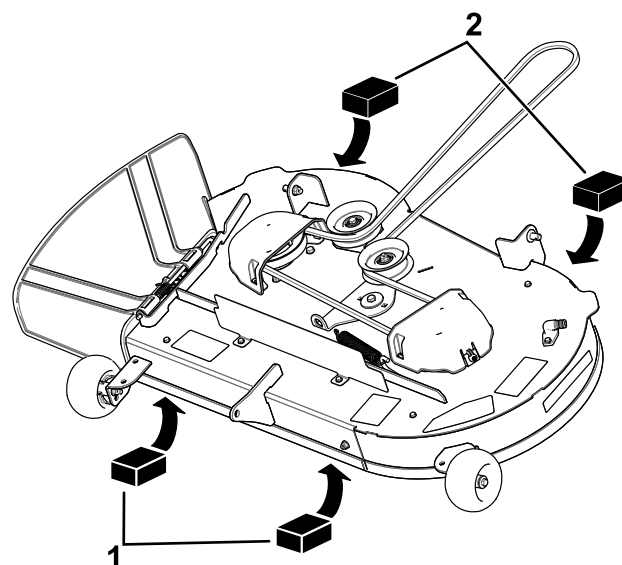
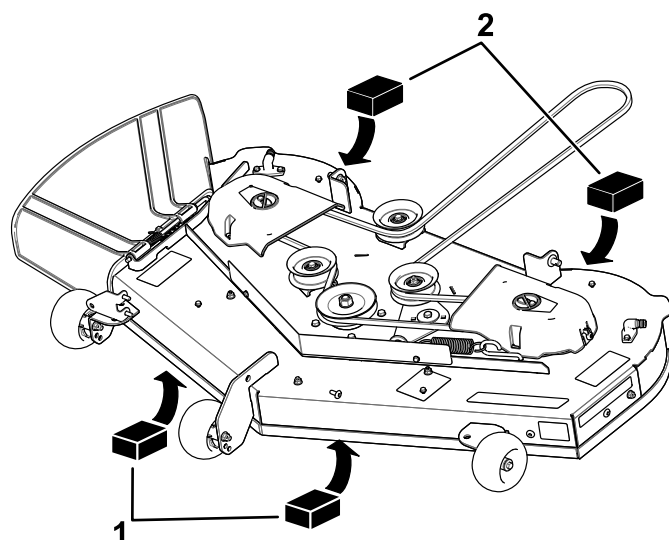

Figure 64
Figure 65
4. Placez deux cales de 6,6 cm (2⁵/₈ po) d'épaisseur chacune sous chaque côté du bord avant du tablier de coupe, mais pas sous les supports des galets anti-scalp (Figure 64 ou Figure 65).
5. Placez deux cales de 7,3 cm (2⁷/₈ po) d'épaisseur chacune sous le bord arrière de la jupe du tablier de coupe, une de chaque côté (Figure 64 ou Figure 65).